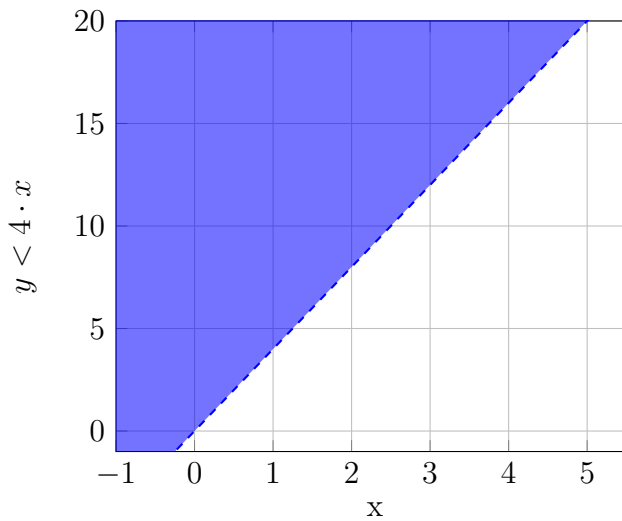

Figura 7: Semiplano  $y > 4x$
**Exemplo 3.** Seja a desigualdade  $y > 4x$ . O semiespaço definido por suas soluções são mostrados na Figura 7